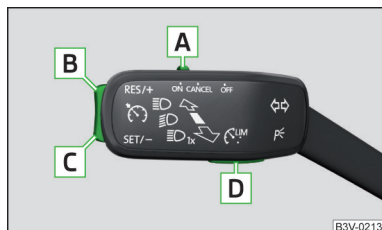

Fig. 293
Vista general del sistema regulador de la velocidad del GRA » fig. 293
- Al pulsar la tecla **D** » fig. 293 durante la regulación, se cancelará y se activará el dispositivo de limitación de velocidad.